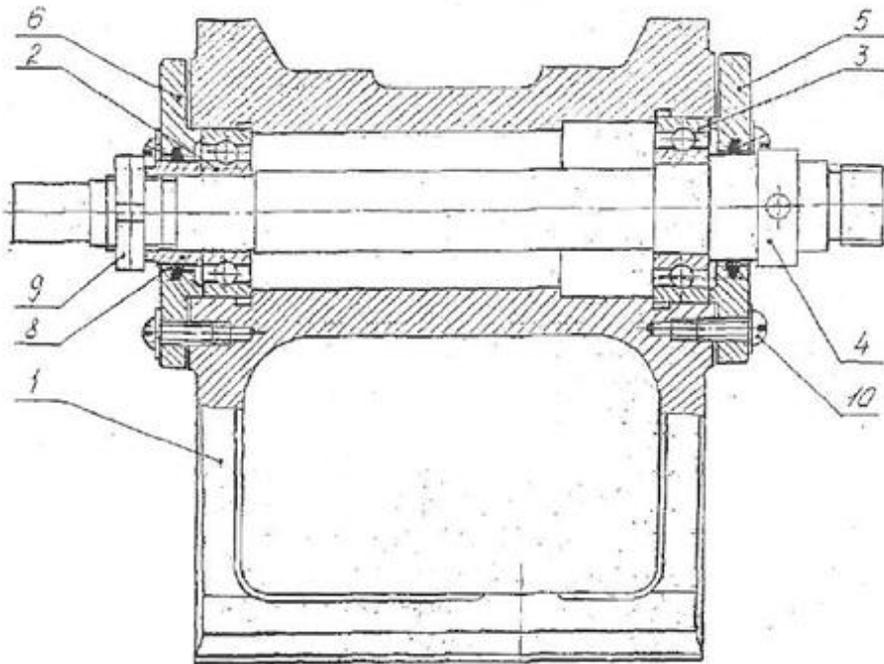

Рисунок 2
Открыть ограждение ременной передачи. Снять ремень, открутить винт, фиксирующий шкив шпинделя. Осторожно съемником снять шкив. Открутить регулировочные гайки 9 (рисунок 2). Открутить винты 10 и снять крышку 5.
7.5 Осевой люфт шпинделя проверять регулярно. При необходимости регулировать гайками 9 (рисунок 2).